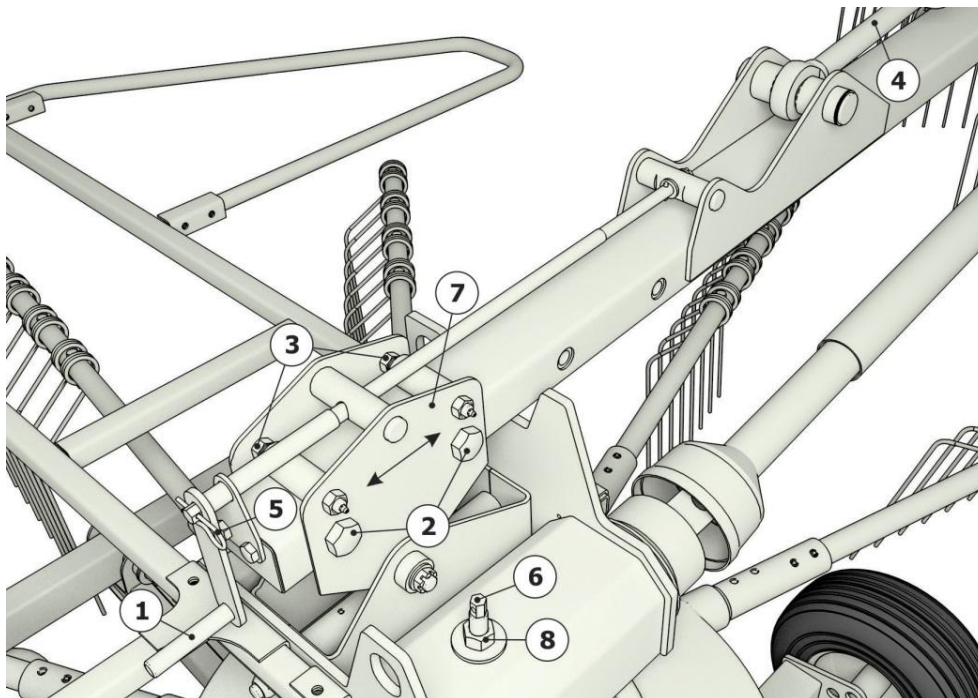

Рисунок 7.1 - Установка ширины захвата граблей
- 1) Гидроцилиндрами 4 (рисунок 7.1) приподнять крылья с роторами до тех пор, пока колеса тележек роторов не оторвутся от поверхности земли;
- 3) Открепить и вынуть болты 2 (рисунок 7.1) крепления подвески ротора;
- 5) Вращая рукоятку 1 (рисунок 7.1) установить ротор на необходимую ширину захвата;
Обращаем Ваше внимание, что рукояткой 1 (рисунок 7.1) также можно пользоваться при регулировке расстояния от концов сгибающих пальцев до поверхности земли (от 20 до 40 мм). Для этого нужно снять шплинт 5, снять рукоятку и накинуть ее на регулировочный винт 6 ротора. Отпустить контргайку 8, вращая рукоятку 1 установить необходимую высоту, и затянуть контргайку 8.